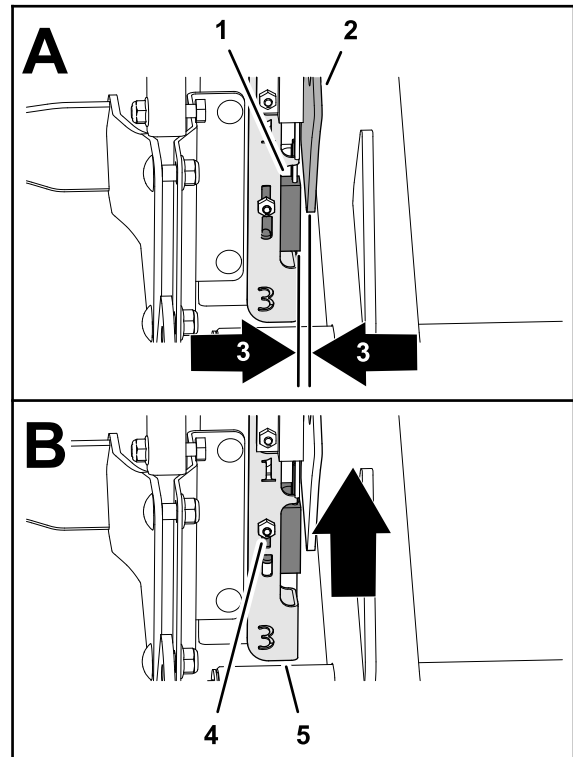

Figura 34
2. Compruebe que el conjunto de interruptor de proximidad (exterior del bastidor en H) está a no más de 1.5 mm (0.06") de la placa objetivo (Figura 34).
4. Si es necesario, afloje la contratuerca y el perno de cuello cuadrado que sujetan la placa de montaje del interruptor, súbala a la posición más alta y fije la placa de montaje (Figura 34).
5. Apriete la contratuerca (Figura 34).